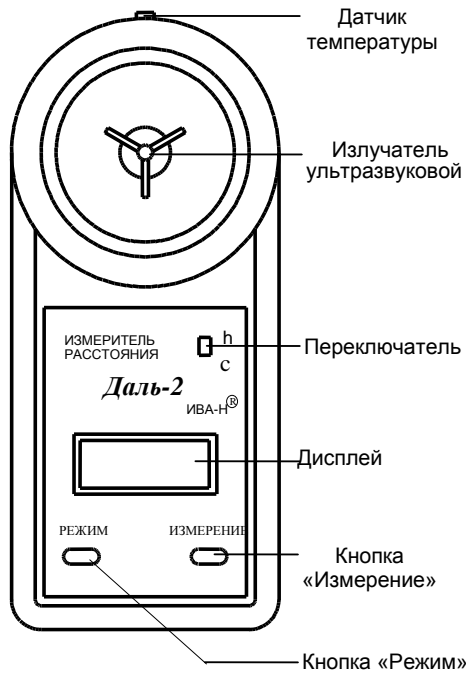

Рис. 1. Измеритель расстояния «Даль-2» (лицевая панель)
4.1. Переключатель **h - c** (рис.1) установить в положение **h**. Нажать кнопку «Измерение». На дисплее кратковременно высветится номер версии прибора (технологический параметр), а затем - значение напряжения батареи питания, в вольтах, например (15.0). Если напряжение питания ниже 5 В или оно не индицируется, элементы питания следует заменить.